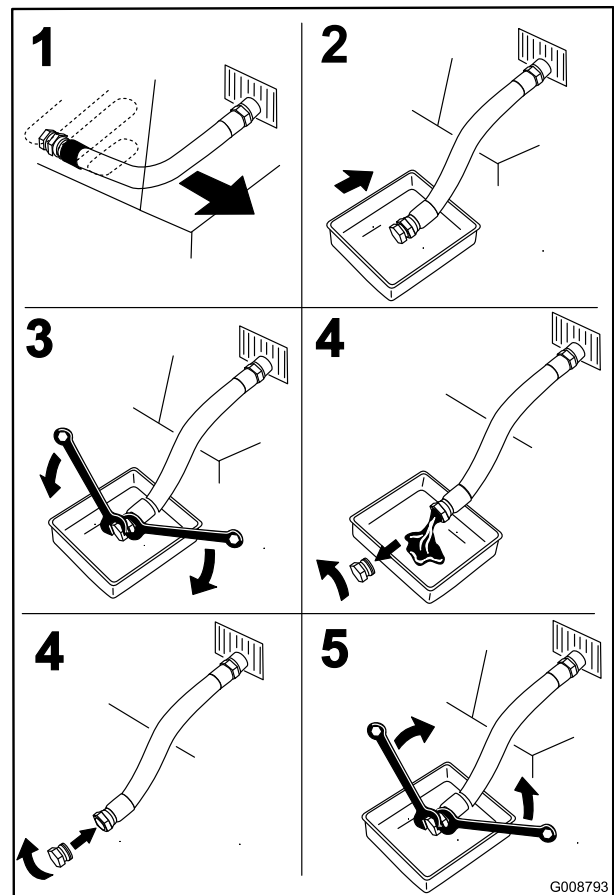

Figura 46
4. Pare el motor, retire la llave y espere a que se detengan todas las piezas en movimiento antes de abandonar el puesto del operador (Figura 46).